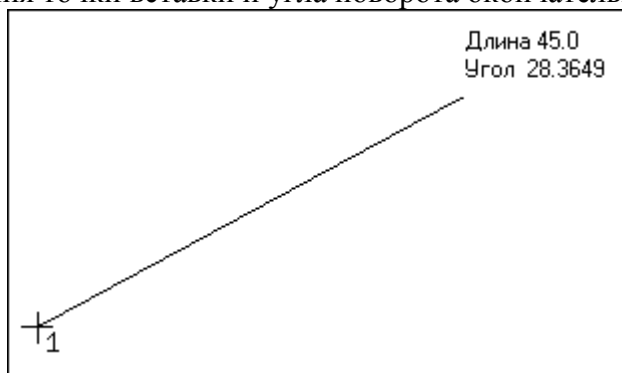

Рис. 1.59. Фантомное отображение отрезка
- Фантомы – дает возможность управлять отрисовкой фантомов. *Фантом*– это временное изображение графических объектов, показывающее процесс их создания или размещения на чертеже. Как правило, фантомы всегда рисуются тонкими линиями в серых тонах. Фантомы используются практически для всех команд ввода и редактирования графических объектов. Например, при построении отрезка на чертеже, после фиксации первой его точки, вы можете видеть фантомное изображение (рис. 1.59), начальной точкой которого будет только что указанная, а конечной – указатель мыши. При перемещении указателя фантом отрезка передвигается за ним. Существование фантома прекращается сразу после фиксации второй точки, а отрезок размещается на чертеже. При вставке библиотечного элемента в документ он сначала также отображается фантомом и лишь после указания точки вставки и угла поворота окончательно фиксируется на чертеже;